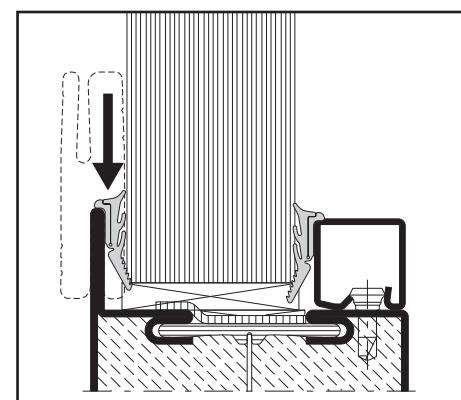

Abb. 27 / Fig. 27 / Fig. 27
- Keildichtungen auf Seite Profillappen mit leichtem Übermass in 45°-Gehrung zuschneiden und eindrücken Abstandhalter laufend entfernen (Abb. 27)
- Découper les joints à bourrer coté aile fixe d'onglet à 45° avec une légère surlongueur et les enfoncez (fig. 27). Retirer les pièces de distance
- Cut with small oversize the wedge weatherstrips in a miter joint on the profile lip side and press in (fig. 27). Remove continuously the spacers